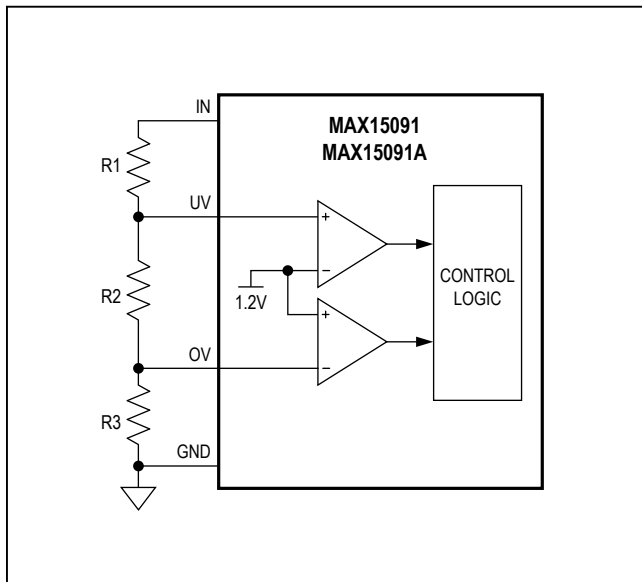

图1. 欠压/过压门限设置
1.2V)时，器件打开输出；VUV下降至(1.2V - VUV\_HYS)以下或VOv上升至1.2V以上时，器件关闭输出。通过连接在IN、UV和OV之间的外部电阻分压器，可将欠压/过压锁定门限灵活地设置为VUVLO至18V之间的任意值。请参见图1以及设置欠压门限和设置过压门限部分。
当 $V_{CC} < 2.5\text{V}$ 或 $V_{UV} < V_{UV\_TH}$ 时，内部MOSFET保持关闭。欠压锁定门限可通过IN至UV、OV和GND之间的电阻分压器(图1)设置。当 $V_{CC}$ 大于2.7V且 $V_{UV}$ 超过1.2V (典型值)时，内部MOSFET导通，进入常规工作状态。使用以下公式计算电阻值，以设置所需的欠压门限：
过压锁定门限可通过IN至UV、OV和GND之间的电阻分压器(图1)设置。使用以下公式计算电阻值，以设置所需的过压门限：